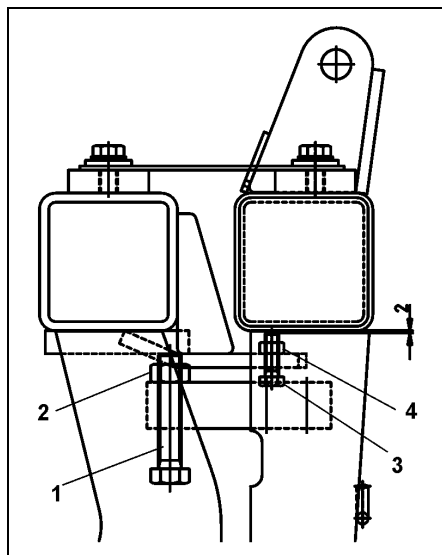

Fig. 42
Mätskruven (Fig. 42/1) är centralt placerad i vågcellen under spridarens ram.
- Lossa kontramuttern (Fig. 42/2).
- Ställ in mätskruven (Fig. 42/1).
- Dra åt kontramuttern (Fig. 42/2).
Anslagsskruvarna (Fig. 42/3) ska ställas in till ett avstånd av 2 mm, enligt bild.
- Lossa kontramuttern (Fig. 42/4).
- Ställ in anslagsskruven (Fig. 42/3).
- Dra åt kontramuttern (Fig. 42/4)